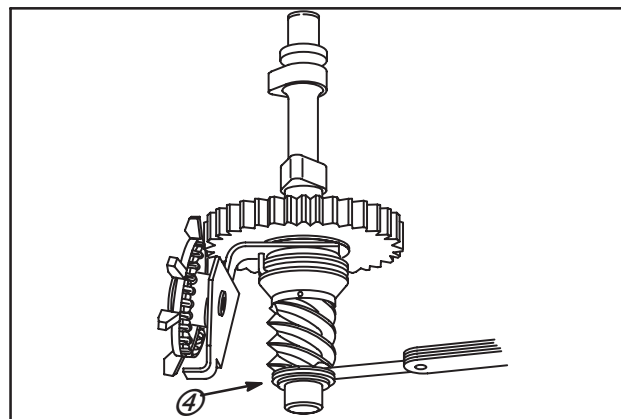

Fig. 55 – Vérification de l'arbre à cames
Vérifier le jeu latéral du pignon avec des cales d'épaisseur au point (4), Fig. 55. Le jeu latéral ne doit pas être inférieur à 0,10 mm ni supérieur à 0,43 mm.